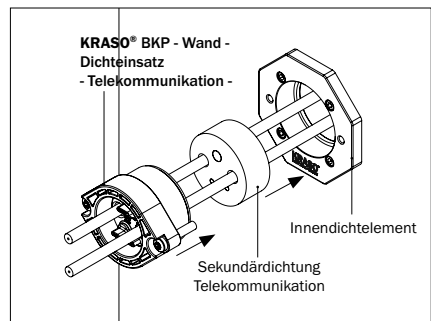

Abbildung 12.4: KRASO® BKP - Wand - Dichteinsatz - Telekommunikation - und Sekundärdichtung Telekommunikation
- Schieben Sie den **KRASO® BKP - Wand - Dichteinsatz - Telekommunikation** - mit der Gummidichtung voraus über die Rohrleitung bis in das Innendichtelement des **KRASO® Bauherren-Komfortpakets - Wand - ESH**. Beachten Sie, dass die Schraublöcher am Dichteinsatz und die Kernlöcher im Innendichtelement übereinander liegen (s. Abbildung 12.4).